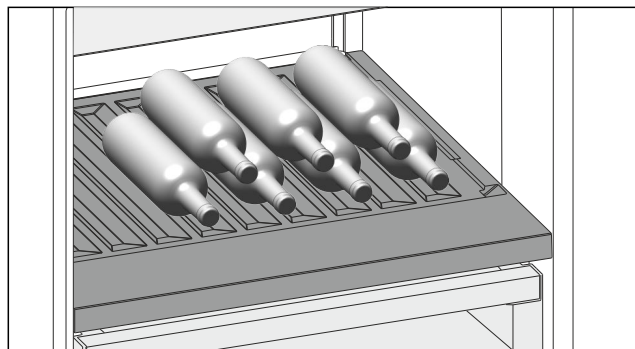

Fig. 97
- ▷ Бутылки укладывают дном к задней стенке. (см. Fig. 97)